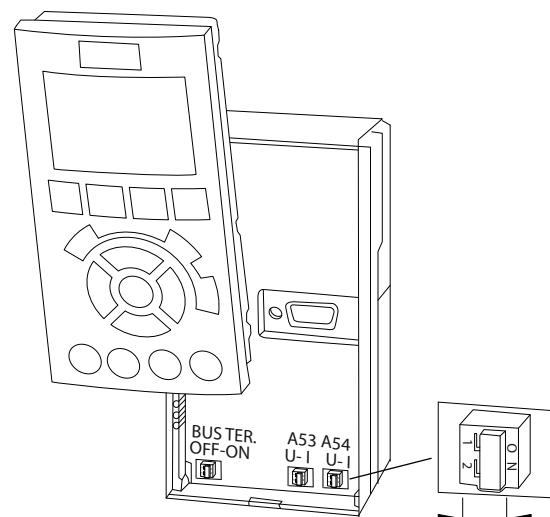

Bild 5.23 Placering av brytarna för plint 53 och 54
- En brytare (BUS TER) finns på styrkortet för bussavslutningsmotstånd. Se *Bild 5.23*.